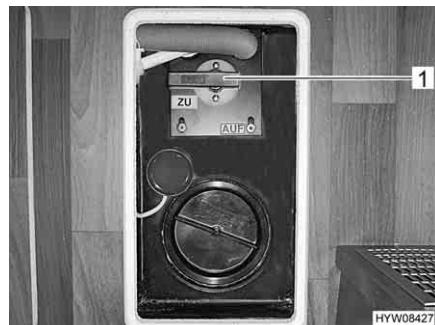

Fig. 111 Leva di comando del serbatoio delle acque grigie
La leva di comando (Fig. 111,1) per lo smaltimento delle acque grigie si trova sotto una copertura nel doppio fondo. Il tubo di scarico con collegamento per un tubo di gomma per lo scarico si trova sotto al veicolo.
- Aprire il rubinetto di scarico. A questo scopo ruotare la leva di comando (Fig. 111,1) del rubinetto di scarico di un quarto di giro. La leva di comando è posizionata verticalmente oppure nel senso della lunghezza rispetto al tubo di scarico. Le acque grigie fuoriescono.
- Dopo il deflusso completo delle acque grigie, richiudere il rubinetto di scarico. A questo scopo ruotare la leva di comando (Fig. 111,1) del rubinetto di scarico di un quarto di giro. La leva di comando è posizionata orizzontalmente oppure trasversalmente rispetto al tubo di scarico.